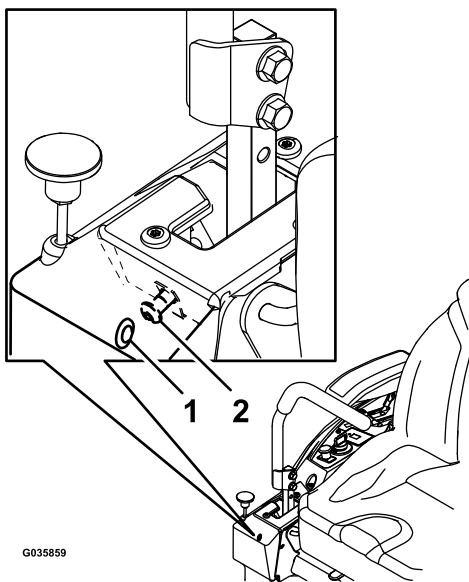

Figure 88
6. Si la machine se déporte à droite, insérez une clé hexagonale de 3/16 po dans le trou d'accès du panneau de couvercle avant droit et tournez la vis de réglage de l'alignement dans le sens horaire ou antihoraire pour ajuster la course du levier (**Figure 88**).
7. Si la machine se déporte à gauche, insérez une clé hexagonale de 3/16 po dans le trou d'accès du panneau de couvercle avant droit et tournez la vis de réglage de l'alignement dans le sens horaire ou antihoraire pour ajuster la course du levier (**Figure 88**).